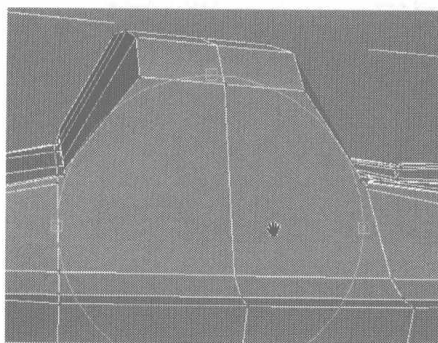
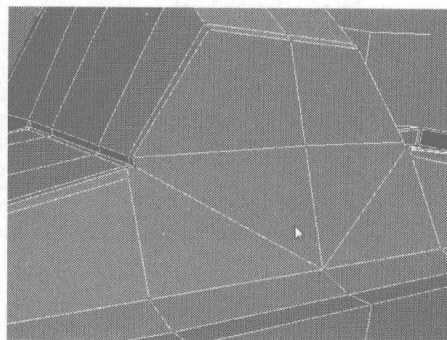

图 6.152
图 6.153
- 02 首先调整相机背面取景器部分的边线，可将多余的边线删除，如图 6.152 所示，并再添加如图 6.153 所示的细分线。